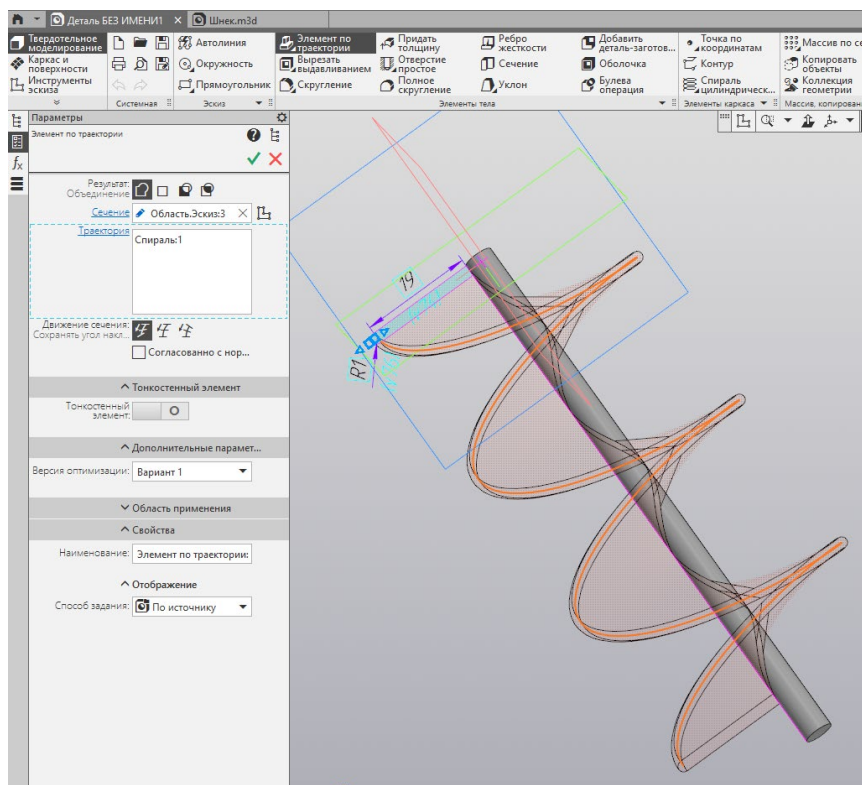

Рисунок 45 – Настройка параметров элемента по траектории с фантомом шнека
8.7 Выберите команду «Элемент по траектории» . В параметрах укажите в строке «Сечение» профиль эскиза для выдавливания (рис. 45) и траекторию, кликнув на спираль. Настройку тонкостенного элемента отключите! Подтвердите операцию, нажав на зеленую галочку. Результат показан на рисунке 46.